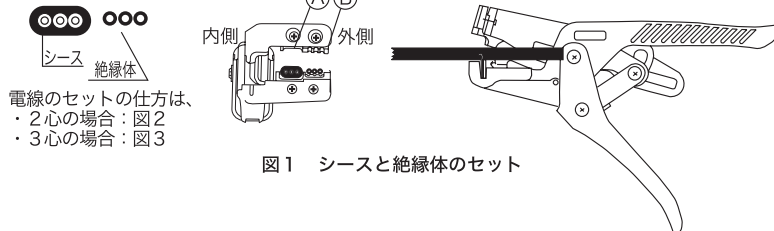

図1 シースと絶縁体のセット
- ①この取扱説明書に記載された使用目的及び仕様の範囲内で使用してください。工具を改造したり、適用電線以外の剥離にご使用になると工具の故障の原因となるばかりか、事故を誘発するおそれがあります。
- ②工具の各部は常に点検を行い、損傷のある状態で使用しないでください。
1) 電線を刃にセットします。(図1)